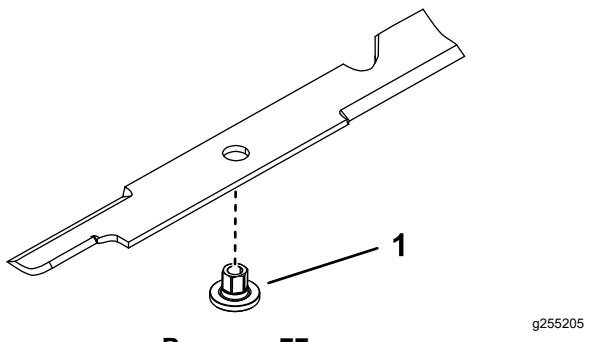

**Рисунок 76**
2. Проверьте балансировку ножа с помощью балансировочного устройства для ножей (Рисунок 76).